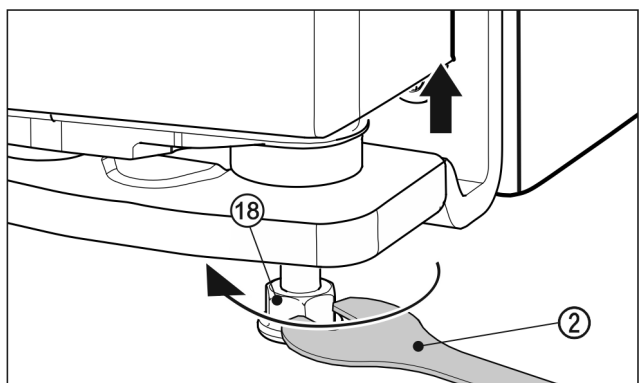

Fig. 29
- Zum Anheben der Tür den Stellfuß Fig. 29 (18) mit dem beiliegenden Gabelschlüssel Fig. 29 (2) rechtsherum bis Kontakt auf Fussboden herausdrehen. Dann weiter drehen bis die Tür in der Höhe verstellt ist. Im Auslieferungszustand ist der Lagerbolzen ganz eingedreht.